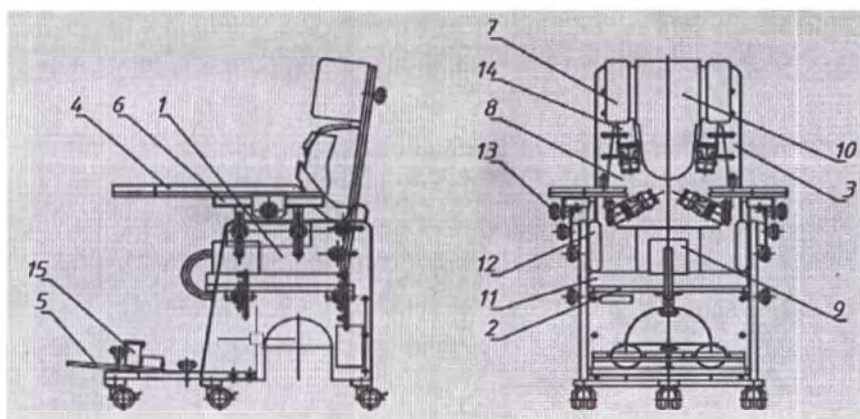
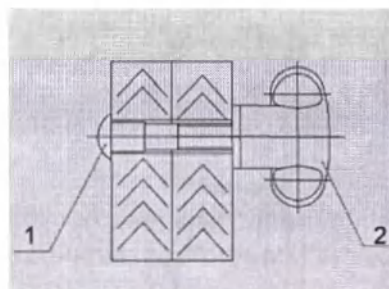

Рисунок 2
Рисунок 3
5.1.3 Выполнить соединение спинки с каркасом (в случае транспортировки в полуразобранном состоянии). Для этого следует пропустить через пазы кронштейнов спинки и пазы боковины каркаса болты 1 (рис. 3), отрегулировать положение спинки, надежно зафиксировать при помощи маховиков 2 (рис. 3).
5.1.4 Выполнить соединение подножки с каркасом. Для этого следует вставить в отверстия подножки гайки 2 (рис. 2), пропустить через соответствующие отверстия в боковинах каркаса винты 1 (рис.3). Произвести свинчивание, используя ключ из пакета ЗИП.